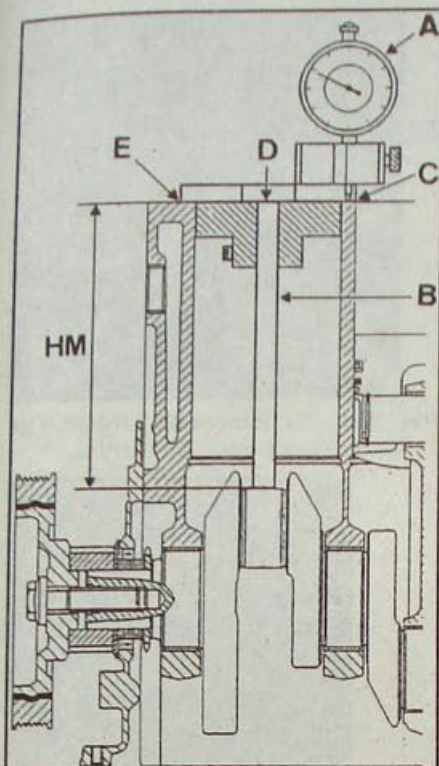

Рис. 3.61. Использование приспособления Renault Mot.1319 для определения высоты шатуна:
- Установите индикатор часового типа (A, рис. 3.61) на блоке цилиндров и пос-